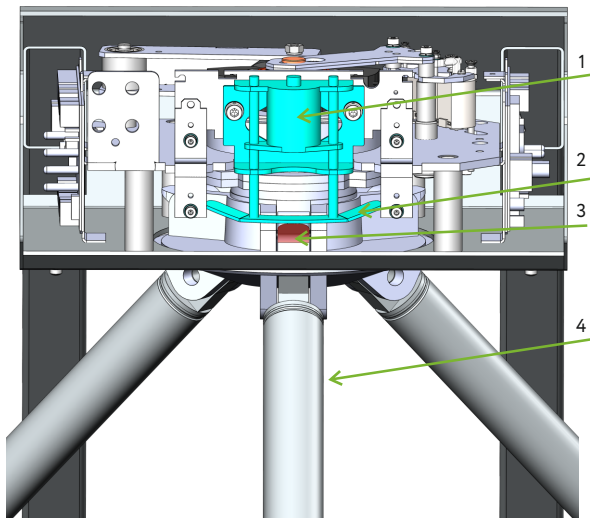

Рисунок 3.3 – Составные части системы «Антипаника»
Устройство «Антипаника» состоит из электромагнита (1), на котором установлена опорная пластина (2) и спускового механизма (3), к которому крепится планка (4) – см. рисунок 3.3.